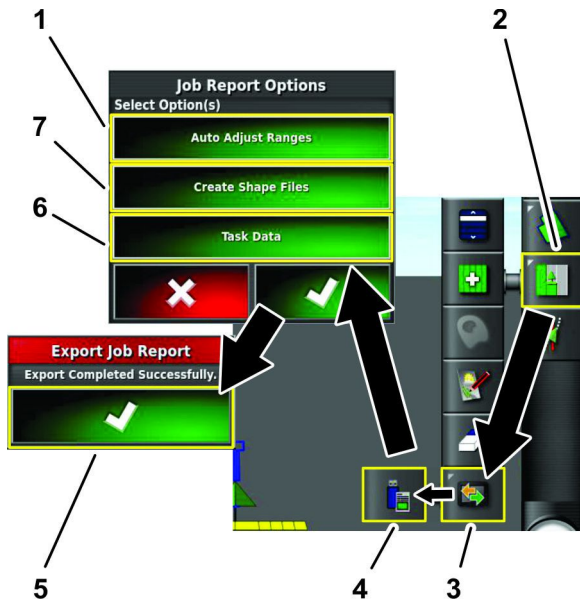

Рисунок 27
1. Нажмите на значок меню рабочего задания (Рисунок 27).
2. Нажмите на значок меню обмена данными (Рисунок 27).
3. Нажмите на значок экспорта отчета о рабочем задании на USB-накопитель (Рисунок 27).
5. В диалоговом окне опций отчетов о рабочем задании нажмите значок подтверждения (Рисунок 27).
6. В диалоговом окне экспорта отчетов о рабочем задании нажмите на значок подтверждения (Рисунок 27).